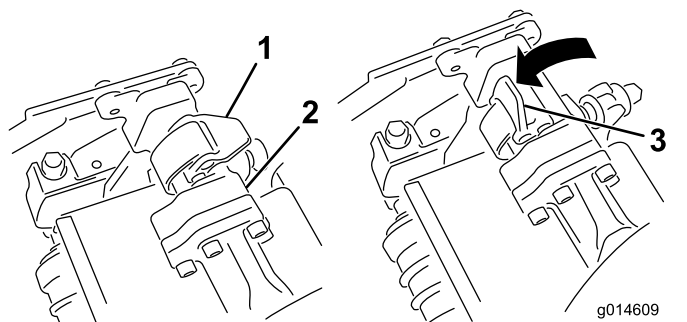

図 65
6. 取り外したいカッティングユニットのサスペンションアームのバーについているラッチを開く 図 65。